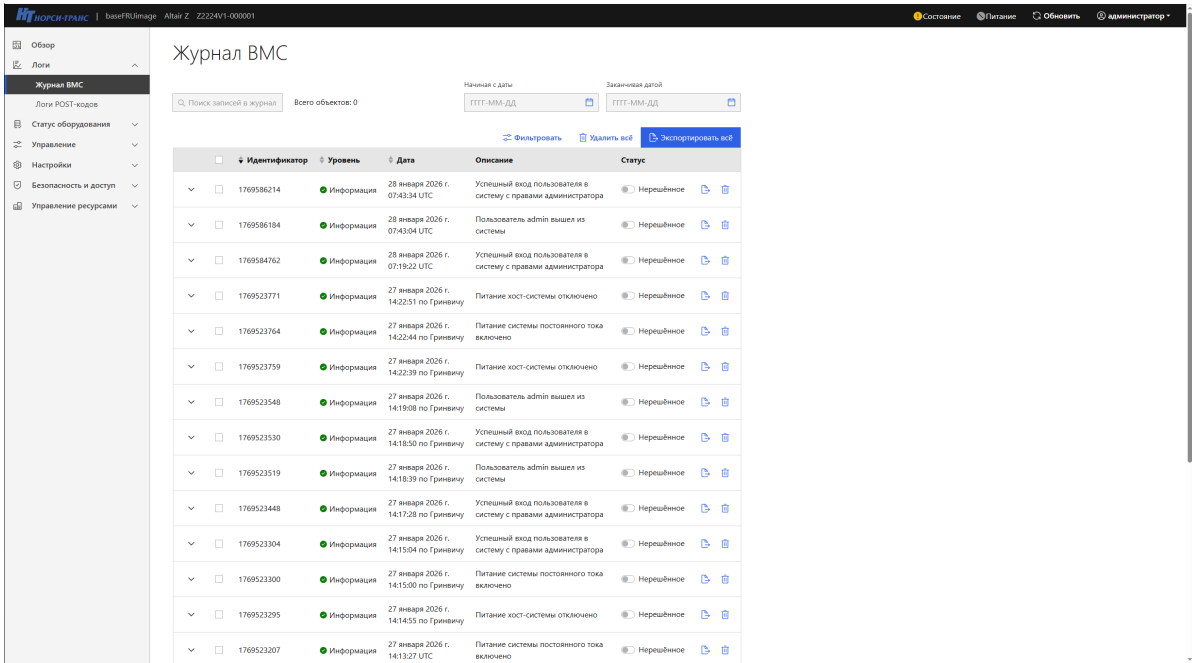

Рис. 44. Окно «Журнал ВМС»
- 2) Пройдите во вкладку «Логи» → «Журнал ВМС» в данной вкладке отображены все события произошедшие в системе. В поле «Поиск записей в журнале» производится поиск события. В поле «Начиная с даты» произведите фильтрацию по дате начала события, в поле «Заканчивая датой» произведите фильтрацию по дате окончания события. «Удалить всё» позволяет удалить все произошедшие события. «Экспортировать всё» позволяет экспортировать все записи журнала ВМС. Окно показано на рис. 44 Окно «Журнал ВМС»